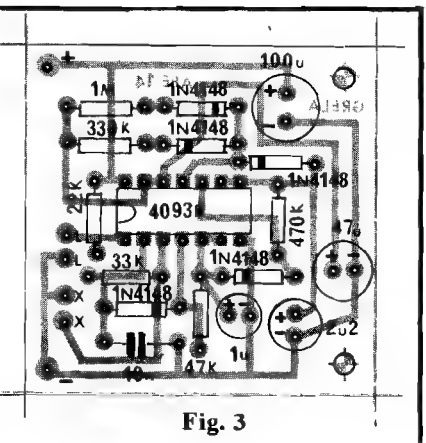

Fig. 3
O **chapeado** (vista real da placa, pelo lado não cobreado, componentes já posicionados...) da montagem está na fig. 3, que deve ser seguida com o máximo de atenção, principalmente no que diz respeito às posições ds componentes polarizados (Integrado, diodos e capacitores eletrolíticos) e valores dos componentes. Os pontos marcados com (+) e (-) destinam-se às conexões da alimentação, enquanto que as ilhas (X) (X) servem para as ligações da cápsula piezo...